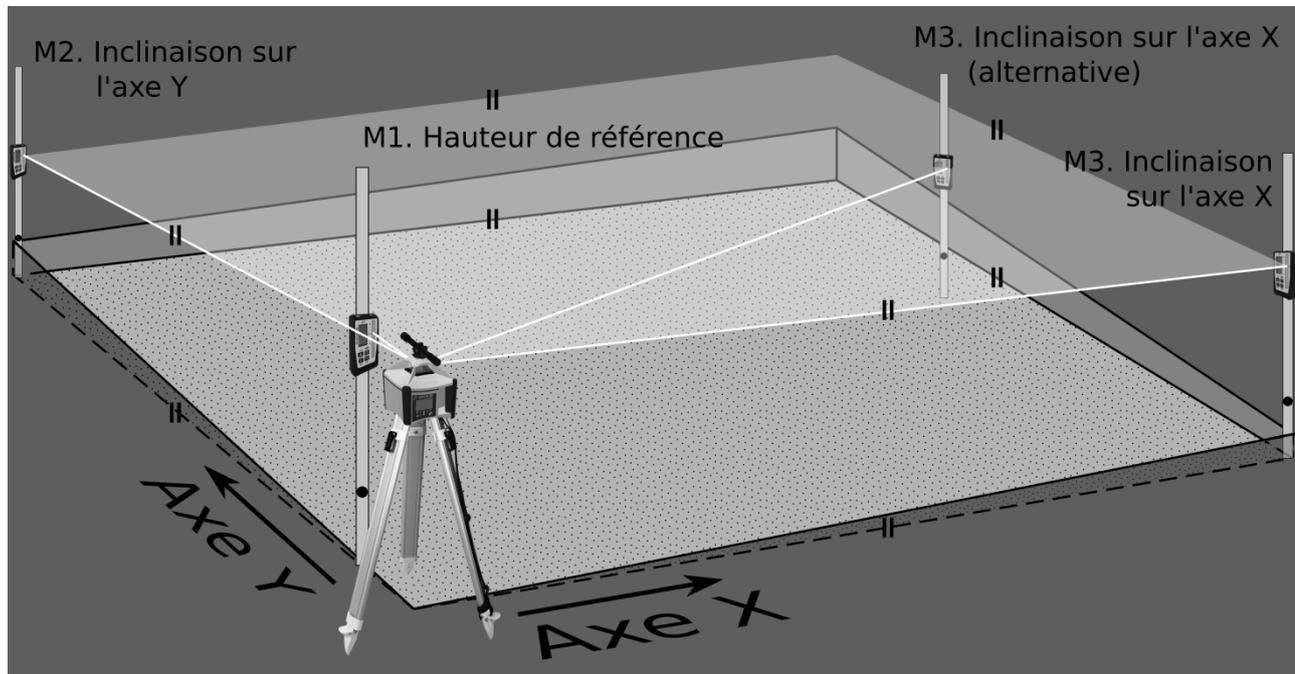

Figure 1: Installation de l'ALIGN à l'horizontale
Le chapitre 4 décrit tout d'abord comment placer la tête du trépied parfaitement à l'horizontale et aligner le laser sur la première cible M2 (Figure 1) dans l'axe Y. La lunette de visée (option) doit être utilisée lorsque les valeurs d'inclinaison déterminées doivent être les plus précises possibles.
Placer ensuite la mire laser graduée avec le récepteur le plus près possible du laser (Figure 1 : hauteur de référence M1) et démarrer les deux appareils comme décrit aux chapitres 1 et 11.2, puis placer le centre du récepteur à la hauteur du rayon laser.
12.1.2.1 Inclinaison sur l'axe Y (Figure 1)
12.1.2.2 Inclinaison sur l'axe Y et X (Figure 1)